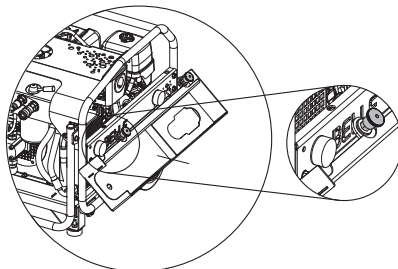

рис. 3
4. Зацепить лоток для инструмента нижним выступом под установленным боковым щитком и вытянуть оба вытяжных фиксатора (см. рис. 3)